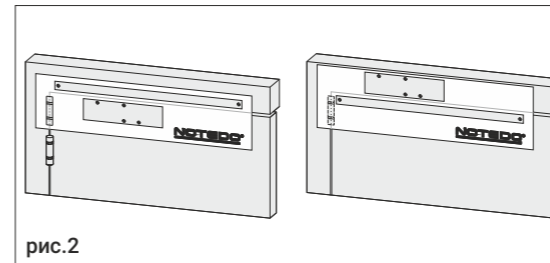

рис.2
4. Сделайте разметку по шаблону согласно выбранному варианту установки. Проверьте размеры рулеткой на соответствие указанным в настоящей инструкции, рис.2.